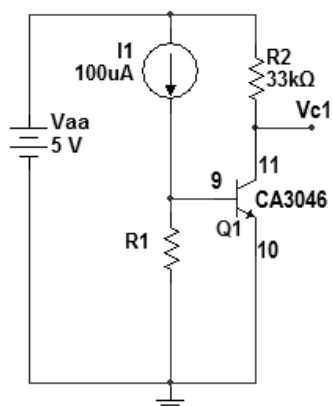

Figura 1
- 1.1. Efetue uma varredura paramétrica associada à simulação do ponto de operação no circuito da Figura 1 para determinar o valor de R1 para o qual  $V_{c1}=2,5V$ . Observe que a temperatura padrão considerada no simulador é  $t=27^{\circ}C$ . Portanto, o ponto de operação determinado corresponde a esta temperatura.